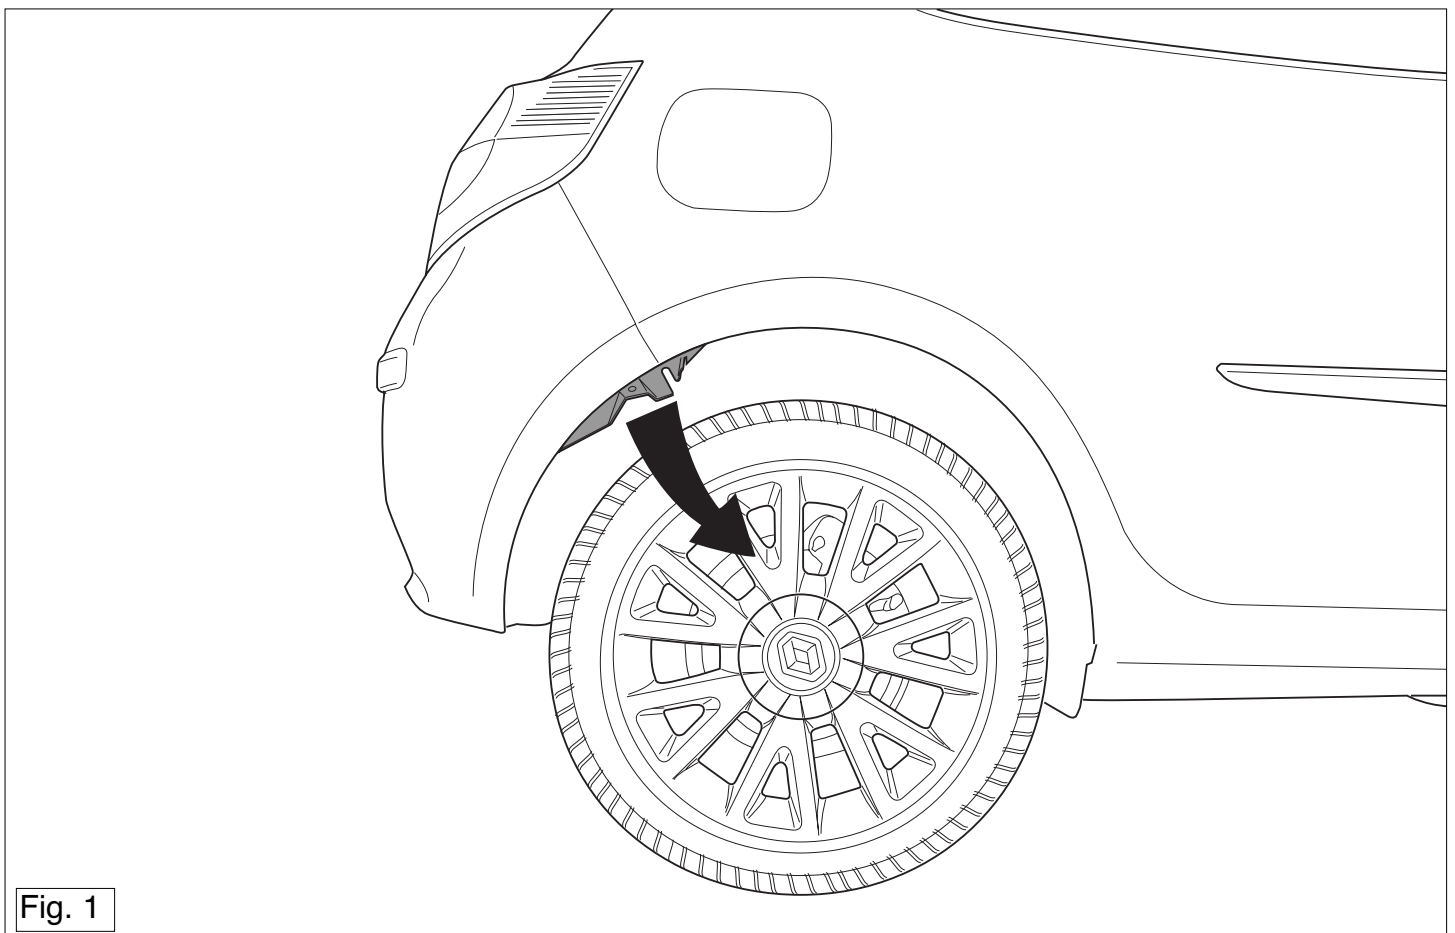

Fig. 1
5. Pour un accès plus aisé, détacher d'un côté les pare-boue dans les ailes voir la figure 1.
5. Die Schutzfänger in den Radkästen auf einer Seite lösen, um einen besseren Zugang zu erhalten (siehe Abb. 1).
5. Løsn stænkskærmene i hjulkasserne i den ene side for bedre at kunne komme til (se fig. 1)
доступ к рабочей зоне (см. рис. 1).